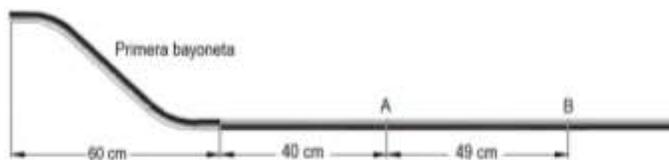

Figura 89. Señalización de las marcas obtenidas
13. Con las medidas obtenidas en los pasos previos realizamos las señalizaciones sobre la tubería a doblar, tal como se aprecia en la figura 89.